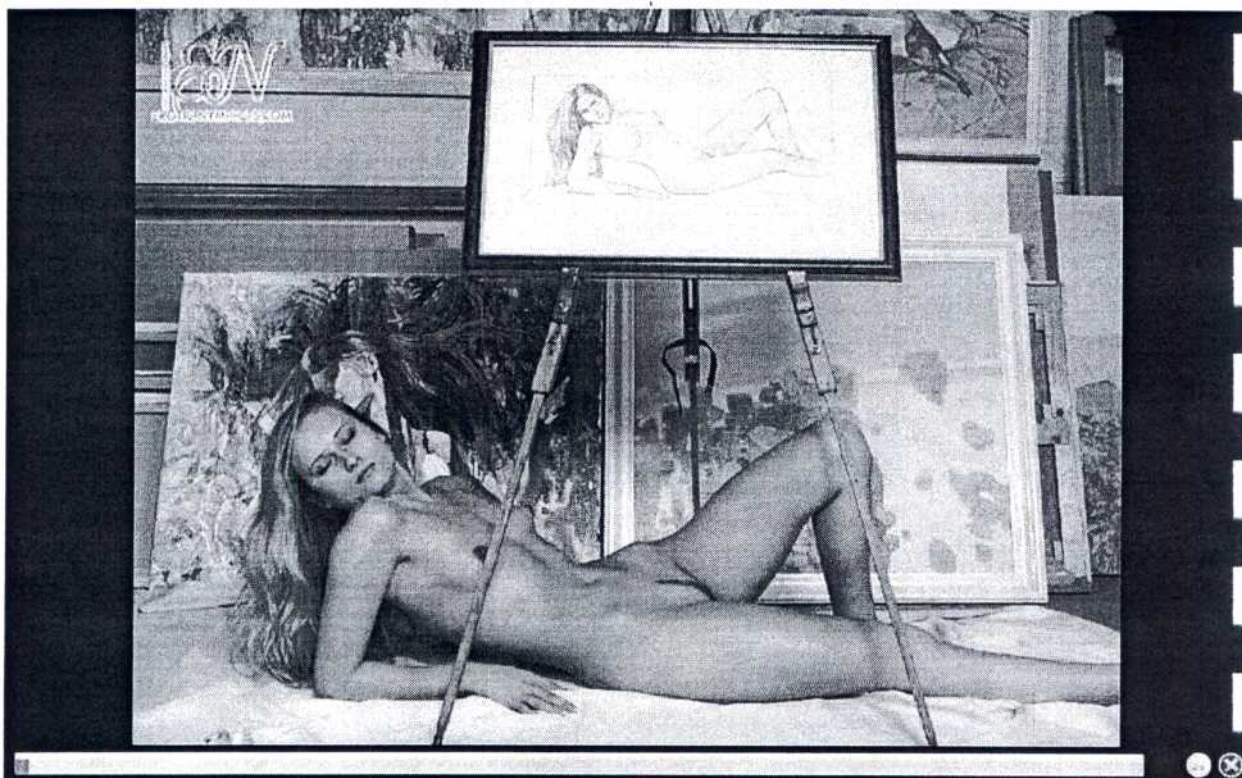

Рис.14 Вид экрана в режиме ШОУ (вариант)
8.9.9. Во время процедуры оператор может вывести на экран видеоряд (режим ШОУ), нажав кнопку с фигуркой женщины в левом верхнем углу экрана. В зависимости от настроек, на экран во время процедуры будет выведен соответствующий видеоряд, с музыкальным сопровождением. Например, как показано на Рис. 14.
8.9.10. Для выхода из режима ШОУ необходимо нажать на значок с крестиком в нижнем правом углу (Рис. 14). В этом режиме, также, можно перевести аппарат в состояние ПАУЗА или вновь продолжить процедуру, нажимая на соответствующие кнопки.